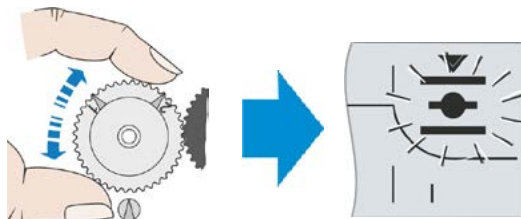

Abb. 6: Zentralrad in Mitte-Stellung drehen bis Endlagensymbol blinkt
8. Nur bei Meldegetriebe: Das Zentralrad am Meldegetriebe in Mitte-Stellung drehen; die Markierungen 1 und 2 zeigen nach oben und das Endlagensymbol der gewählten Endlage blinkt (Abb. 6).